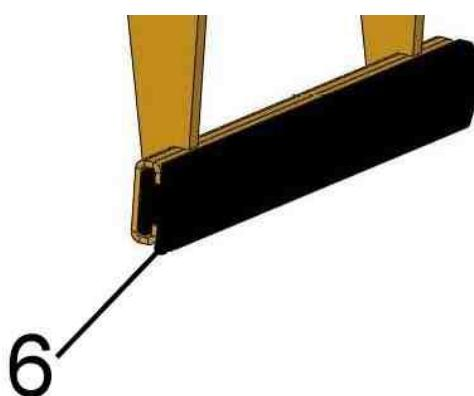
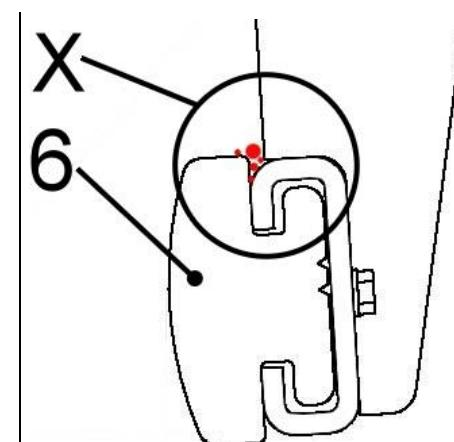

Fig. 1
Fig. 2
Regelmæssig kontrol for **snavs** (f.eks. små stenpartikler) i det øvre område (se punkterne i billeddudsnittet „X“ på fig. 2) gummikæberne (6) → se fig. 1 / fig. 2.